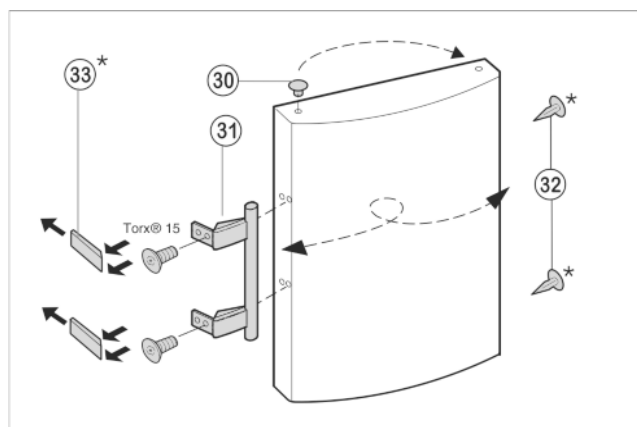

Fig. 10
- ▶ Enlever le bouchon Fig. 10 (30) du coussinet de la porte et le mettre de l'autre côté.
- ▶ Démonter la poignée de porte Fig. 10 (31), le bouchon Fig. 10 (32) et les plaques d'appui Fig. 10 (33) puis les repositionner sur le côté opposé